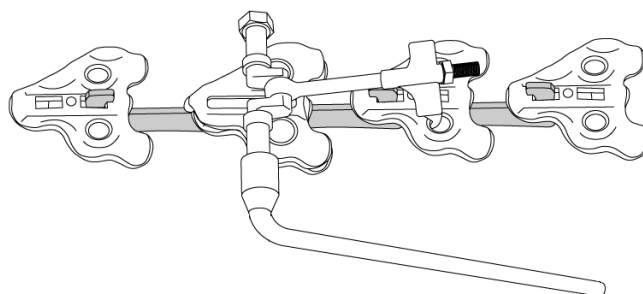

Fig. 6
Staviti klju• (E) na steza• (D) (Fig. 6).